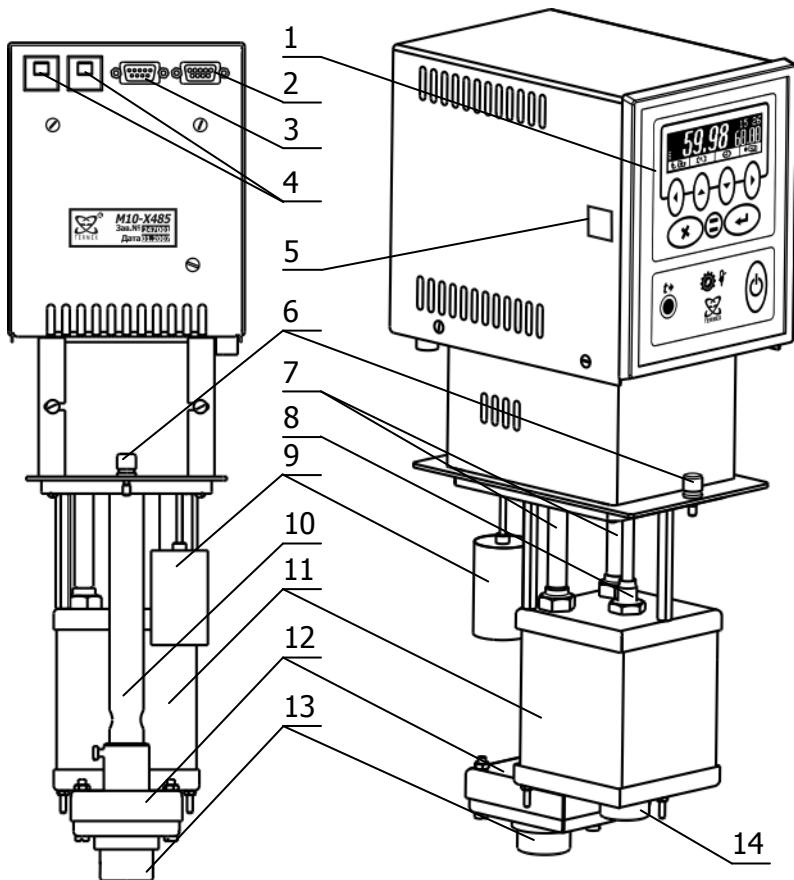

Рисунок 1 — Устройство блока регулирования
1.4.2 Работа блока регулирования заключается в поддержании заданной температуры потока теплоносителя, прокачиваемого насосом 12 через резервуар 11 (рисунок 1). Забор теплоносителя производится через входной патрубок 13, а выброс — через выходной патрубок 14.
В процессе работы блока регулирования на дисплее 15 отображается температура теплоносителя, значение уставки (задание), мощность нагрева, текущее время и дополнительная служебная информация. Установка режимов работы блока регулирования осуществляется органами управления, расположенными на лицевой панели 1 (рисунок 1).
2.2.1 Установить блок регулирования на ванне так, как указано в руководстве по эксплуатации терmostата и закрепить винтами 6 (рисунок 1).